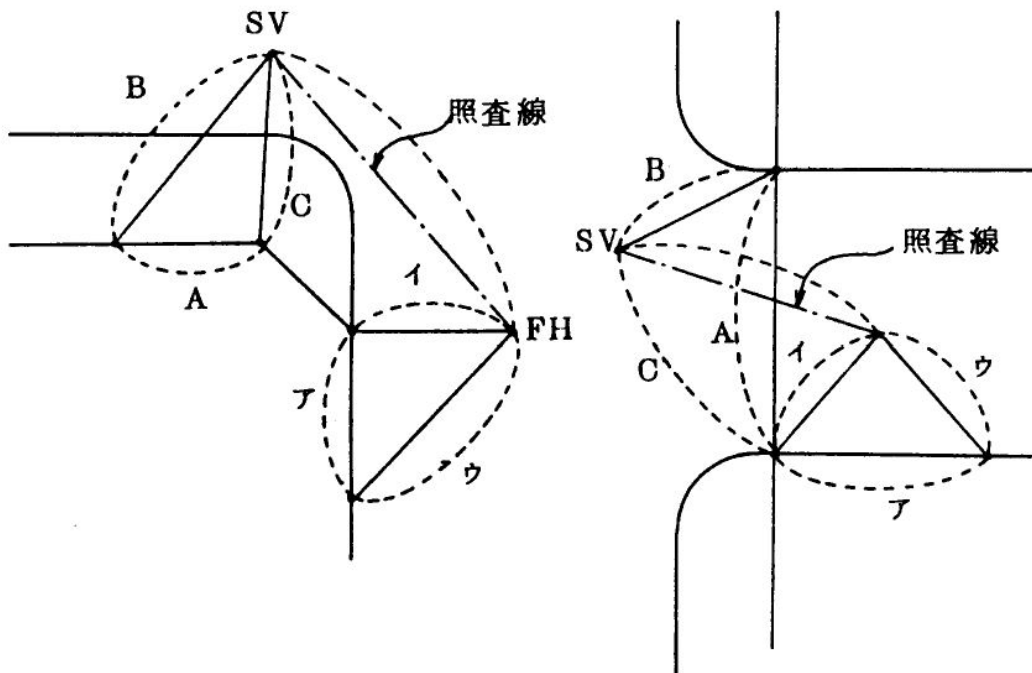

図4-3 境界石及び境界線を基準点及び基準線とする場合
(1) 境界石及び境界線を基準点及び基準線とする場合（図4-3）